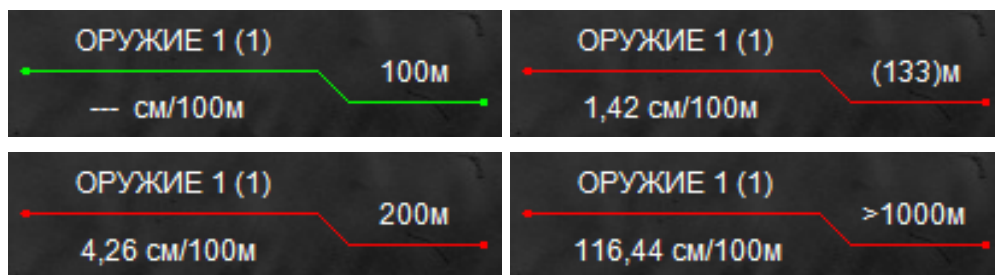

Рисунок 3 – Примеры вариантов вывода дистанции стрельбы
- Если баллистическая поправка находится в диапазоне введенной баллистической таблицы, расчет дистанции стрельбы будет произведен автоматически. Величина дистанции выводится в скобках (см. рис. 3).